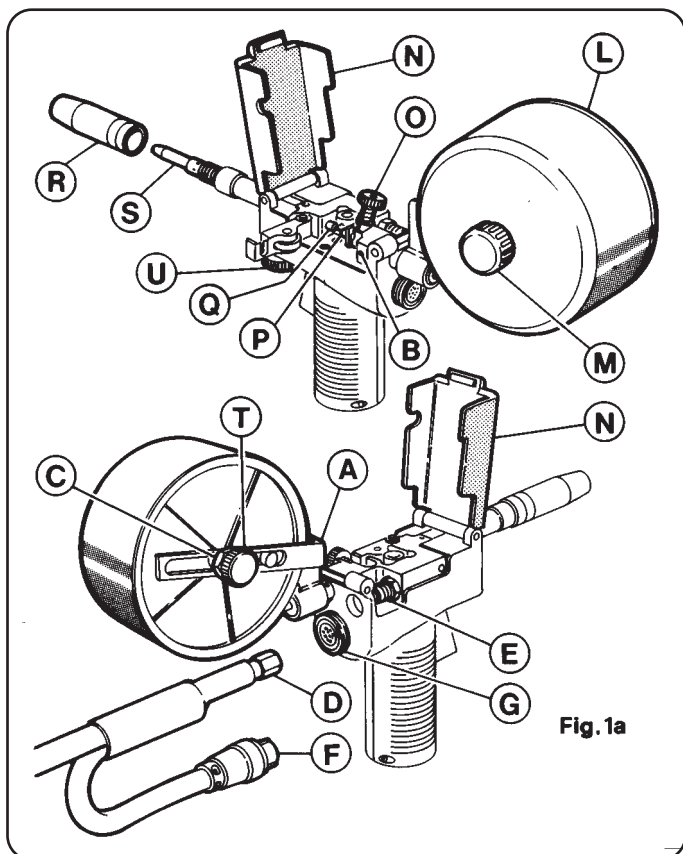

Fig.1a
Intervenir en el potenciómetro (U) fig.1a y 1b hasta que no se obtenga una situación de soldadura que presente un rumor constante y continuo.